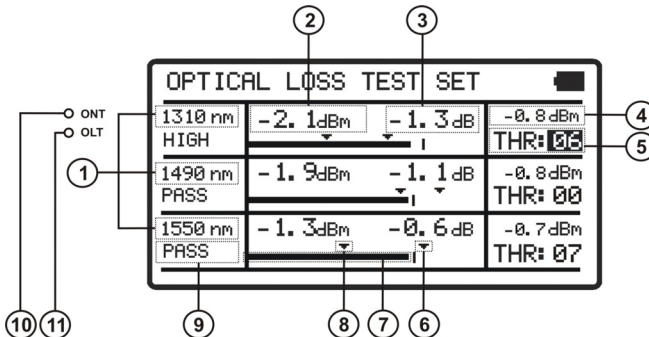

Figure 7.- Écran OPTICAL LOSS TEST SET.
- 3.- Appuyez sur **SEL** [2] ou **CONFIG** [4] pour rentrer a l'écran (voir figure 7).